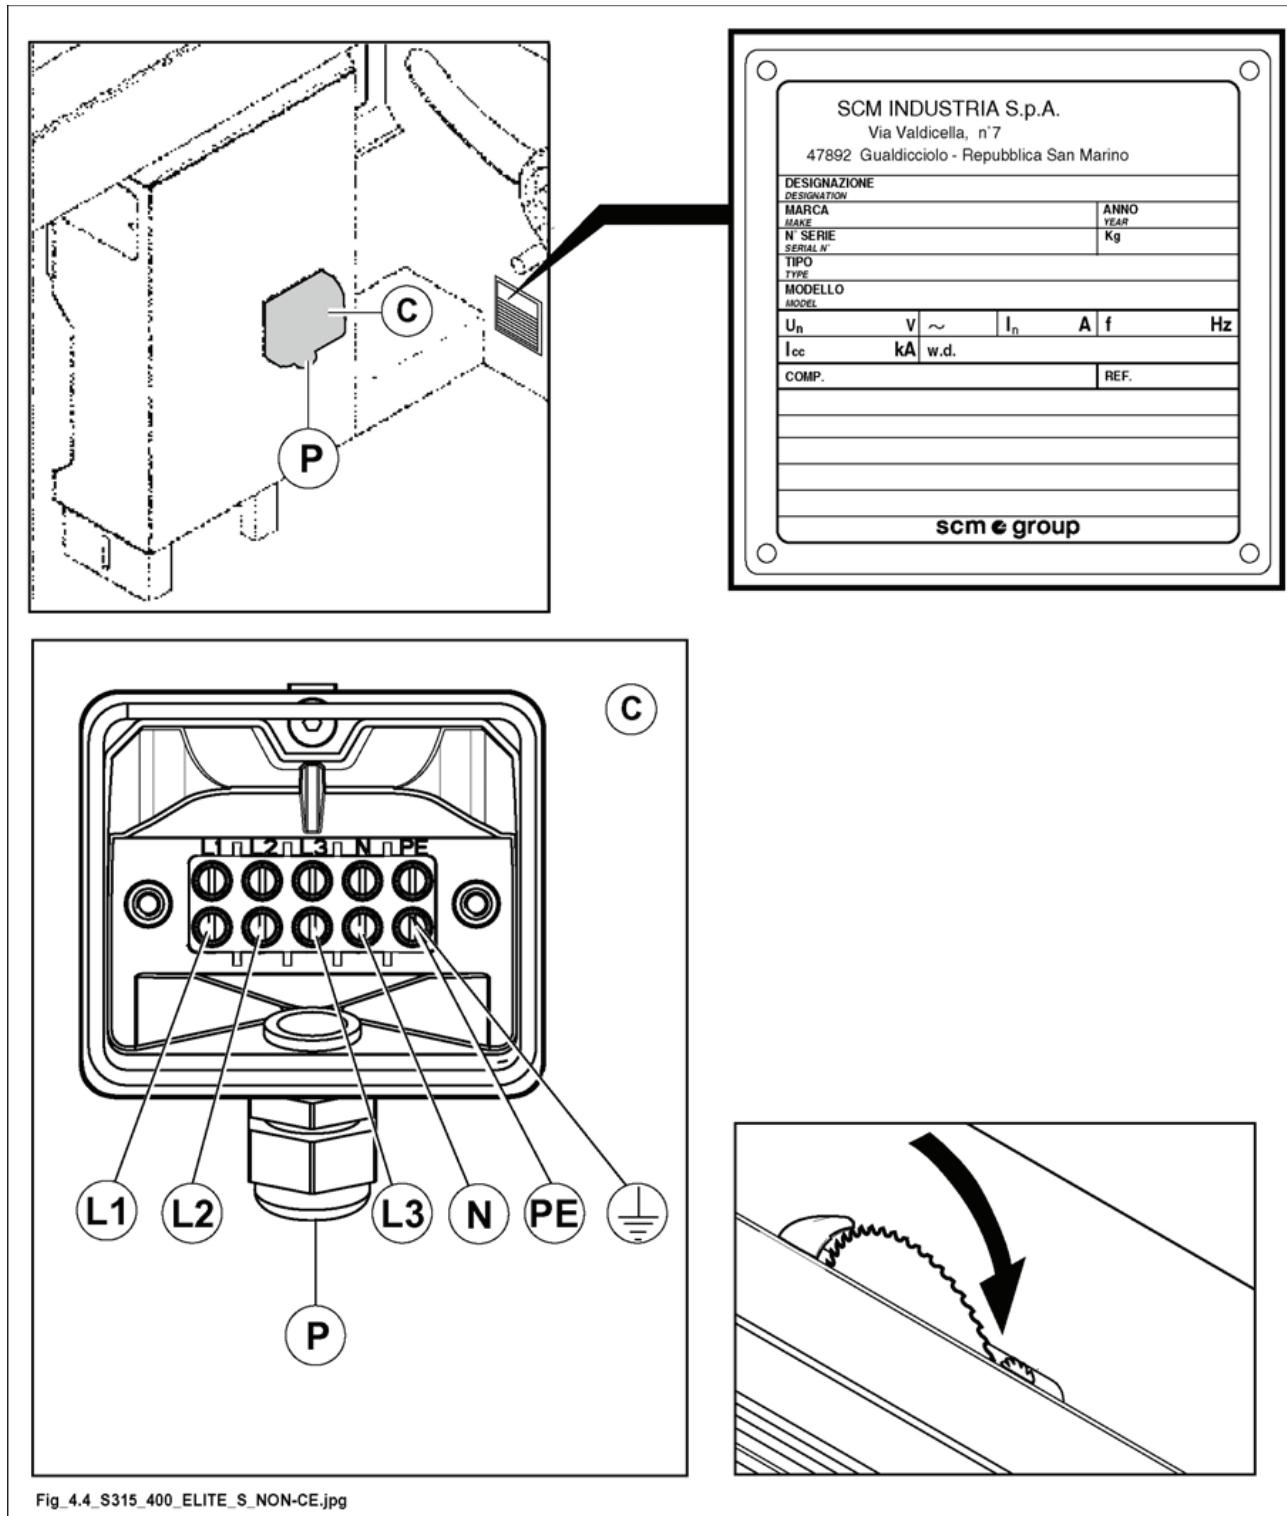

Рис. 4.4
- удалить крышку электрической панели (С рис. 4.4);
- ввести кабель питания в подходящий кабельный стенд (Р рис. 4.4);
- подключить 3 фазы электрического кабеля в зажимы L1-L2-L3 (рис. 4.4);
- подключить средний кабель, если имеется, в зажим (N рис. 4.4);
- снова установить крышку электрической панели (С рис. 4.4);
- закрыть кабельный стенд (Р рис. 4.4).